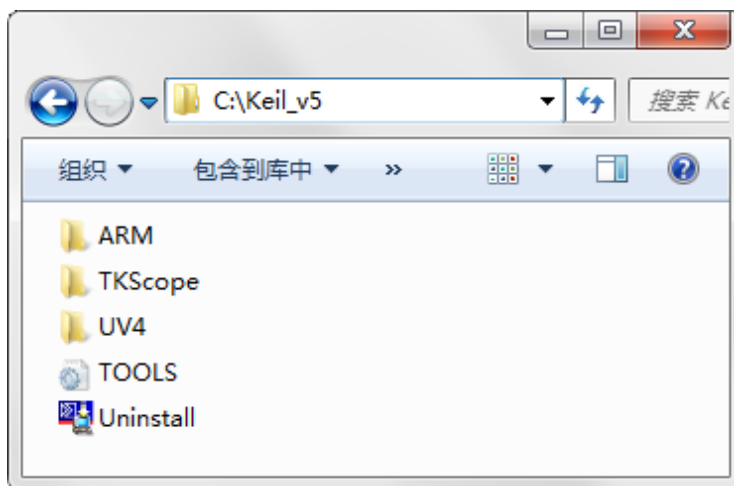

图 2.41 TKScope ARM 安装目录
- (8) 至此，TKScope ARM 的安装全部完成，安装正确后，我们可以在 Keil 的根目录下找到 TKScope 文件夹，如图 2.41 所示。